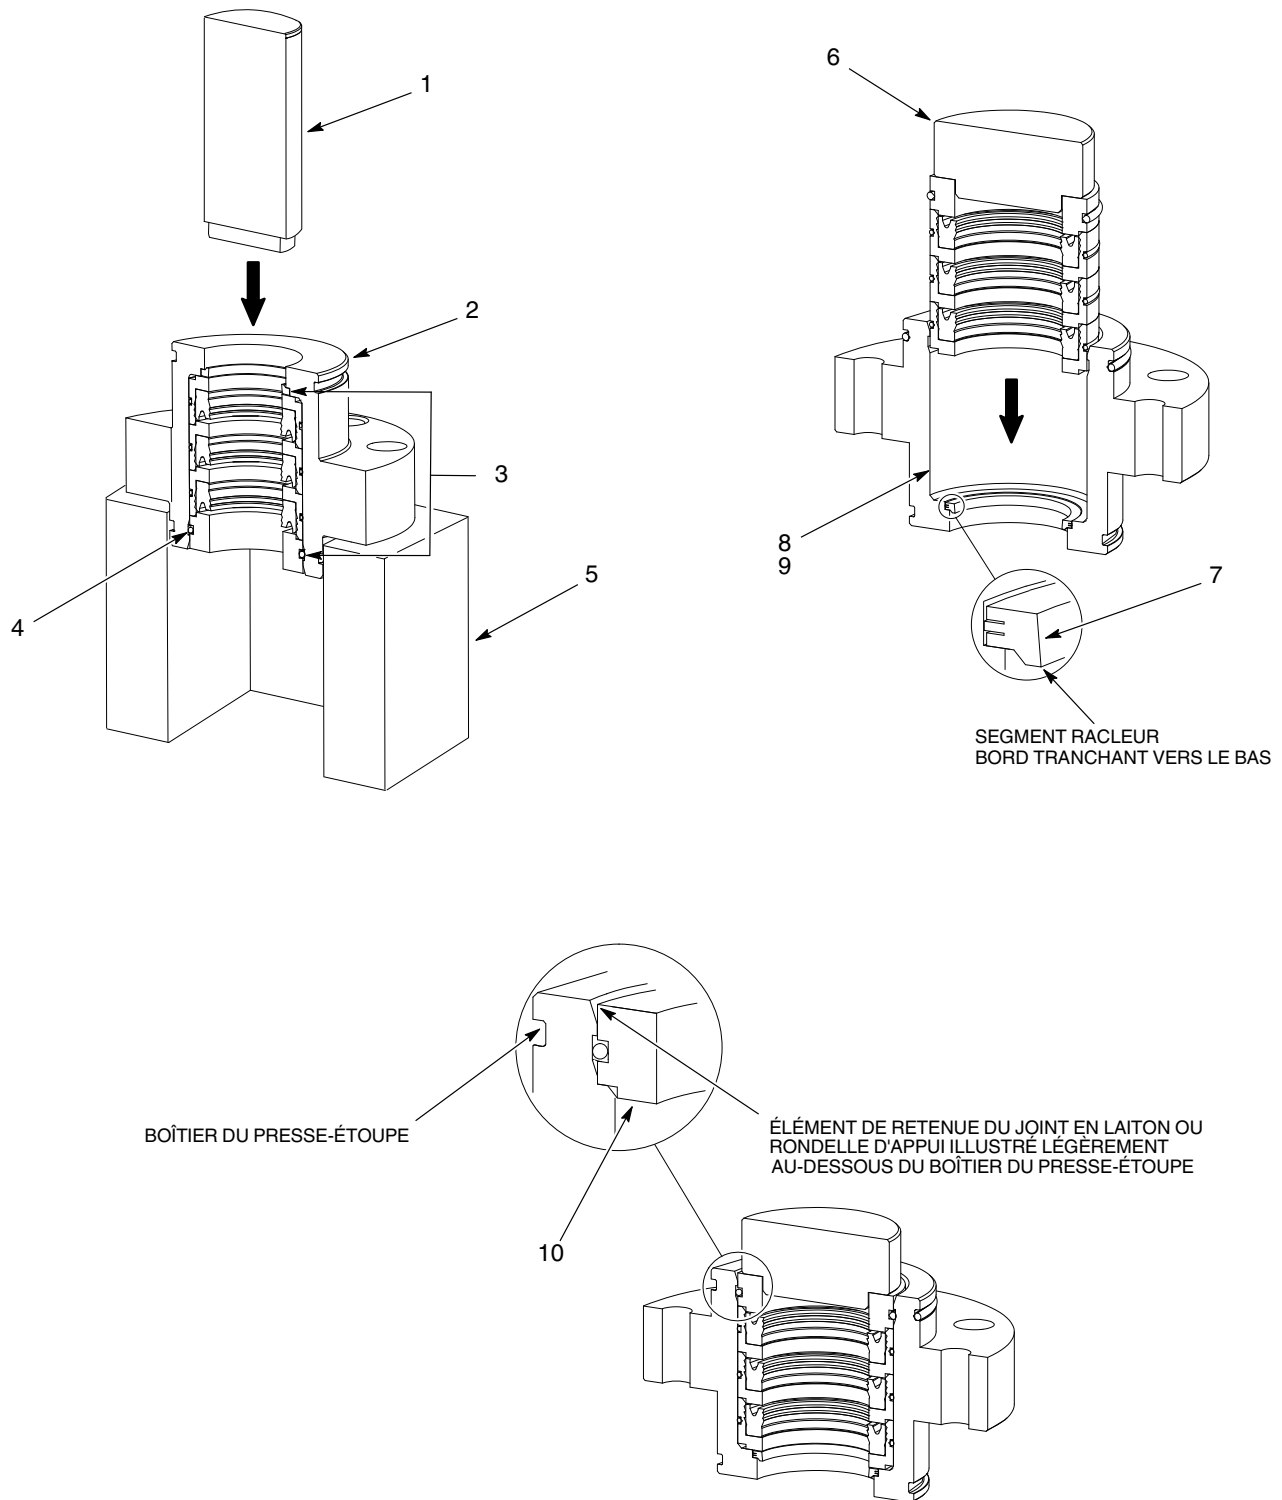

Figure 7 Remplacement des pièces internes du presse-étoupe type
1. Voir la Figure 7. Placer le boîtier du presse-étoupe (2) sur une platine de fixation (5) avec la coupelle à solvant dirigée vers le haut.